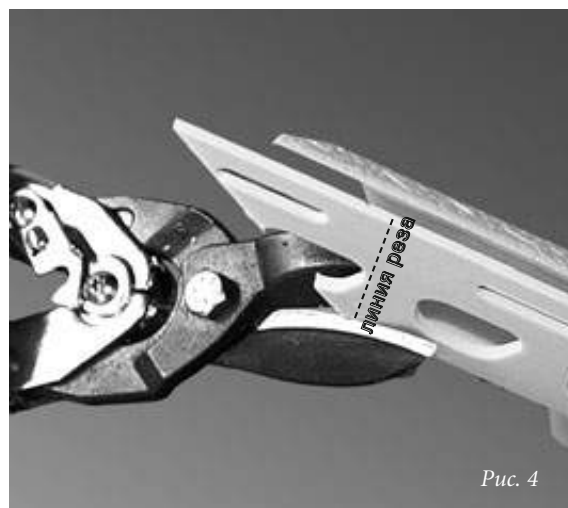

Рис. 4
- 4) После запила наличников необходимо срезать часть монтажной полки, так как она может помешать плотному прилеганию запиленных граней наличника при их стыковке на углах (рис.4 и рис.5).